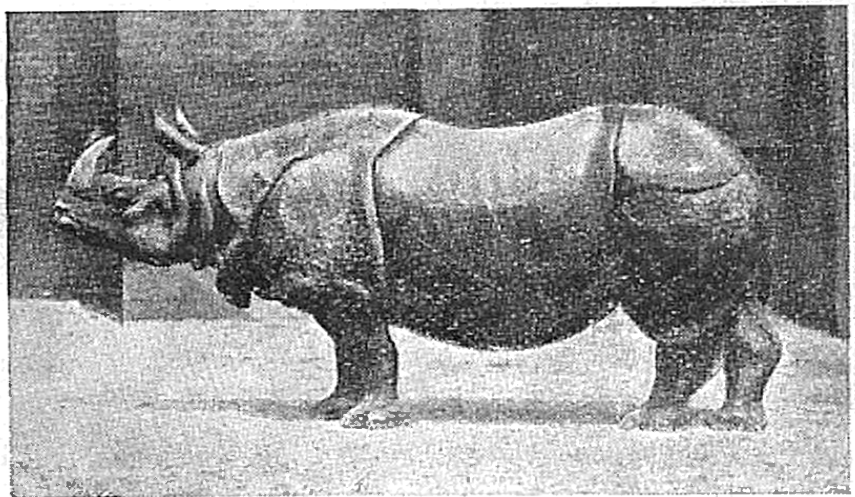

Fig. 197. — Un mammifère pachyderme (rhinocéros).
2. Les pachydermes sont des herbivores non ruminants, à peau épaisse, et dont le pied a au moins trois sabots. — Parmi eux on peut citer : l'*éléphant* (Asie et Afrique), remarquable par son nez allongé en forme de trompe et par ses deux énormes dents en ivoire appelées *défenses* ; le *rhinocéros* (Afrique) [fig. 197], qui a sur le nez une corne très dure. Ces